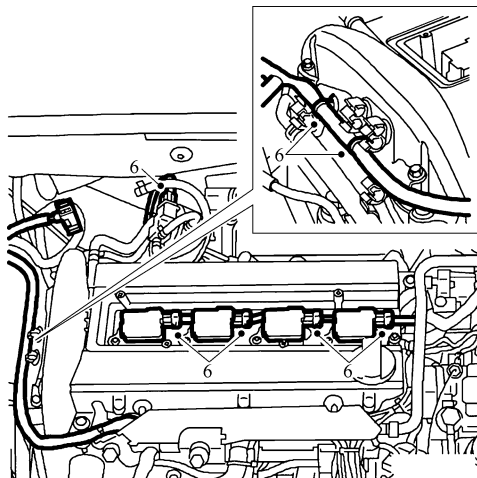

图 7-4 步骤 6) 操作示意图
6) 拔下点火线圈插接器。拔下涡轮增压器电磁阀插接器并松开线束卡夹，如图 7-4 所示。